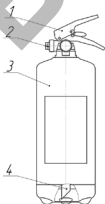

Рисунок 1
2.1 Конструкция огнетушителей на рис. 1. Огнетушители состоят из корпуса 3, в горловину которого ввернуто ЗПУ 1 с сифонной трубкой 2. К выходному отверстию ЗПУ подсоединяется сопло 2.